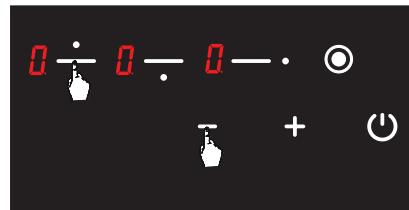

Рис. 21
2. Одночасно натисніть кнопку вибору верхньої лівої конфорки (**■**) і кнопку «мінус» (**-**) (Див. рис. 21). Одночасно пролунає короткий попереджувальний сигнал. Потім зніміть пальці з панелі керування плитою.